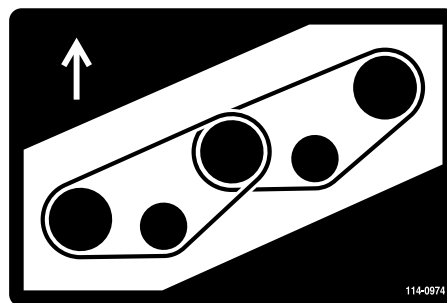
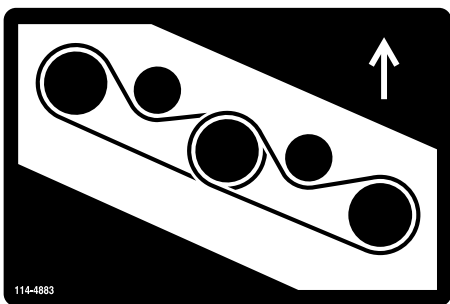

Рисунок 131
Рисунок 132
7. Обведите новый ремень вокруг шкивов шпинделей и узла натяжного ролика (Рисунок 131 и Рисунок 132).